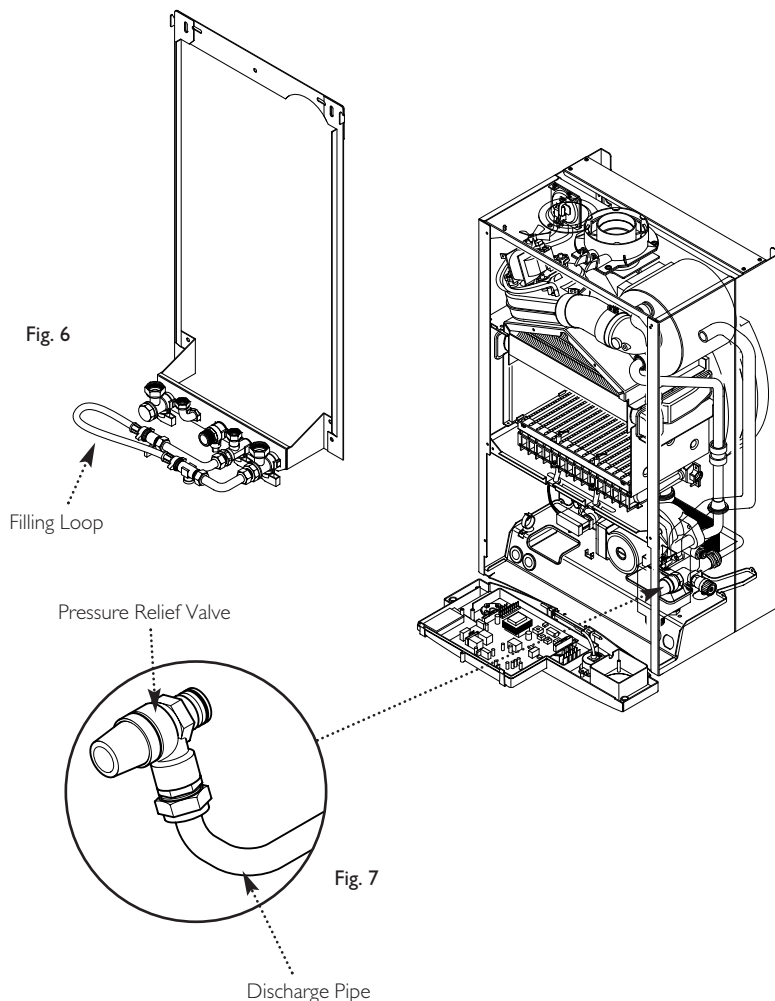

Fig. 7
6.7 Pressure Relief Valve (Fig. 7)